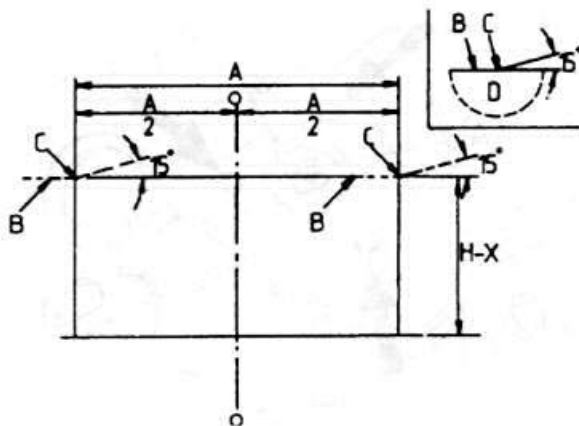

Рис. 7.5
- ♦ Нарисуйте на стене систему линий, показанную на рис. 7.5.
- ♦ Автомобиль должен стоять напротив и посередине нарисованных линий (центральная ось автомобиля должна совпадать с линией AO на рис. 7.5).